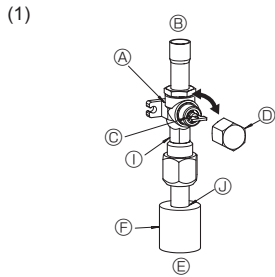
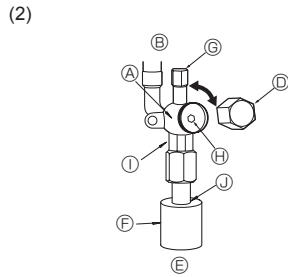

Fig. 4-6
Fig. 4-7
- (1) Lado do gás para o RP100-250 (Fig. 4-6)
- ① Remova a cápsula, puxe a alavanca na sua direcção e gire 1/4 de volta no sentido contrário aos ponteiros do relógio para abrir.
- ② Certifique-se de que a válvula de paragem esteja completamente aberta, empurre a alavanca e gire a cápsula de volta à sua posição original.
- (2) Lado do líquido do RP100-250 e lado do Gás/Líquido do RP35-71 (Fig. 4-7)
- ① Retire a tampa e rode a válvula para a esquerda o máximo que puder com uma chave sextavada de 4 mm. Pare de rodar quando esta alcançar o batente. (Ø9,52: Aproximadamente 10 rotações)